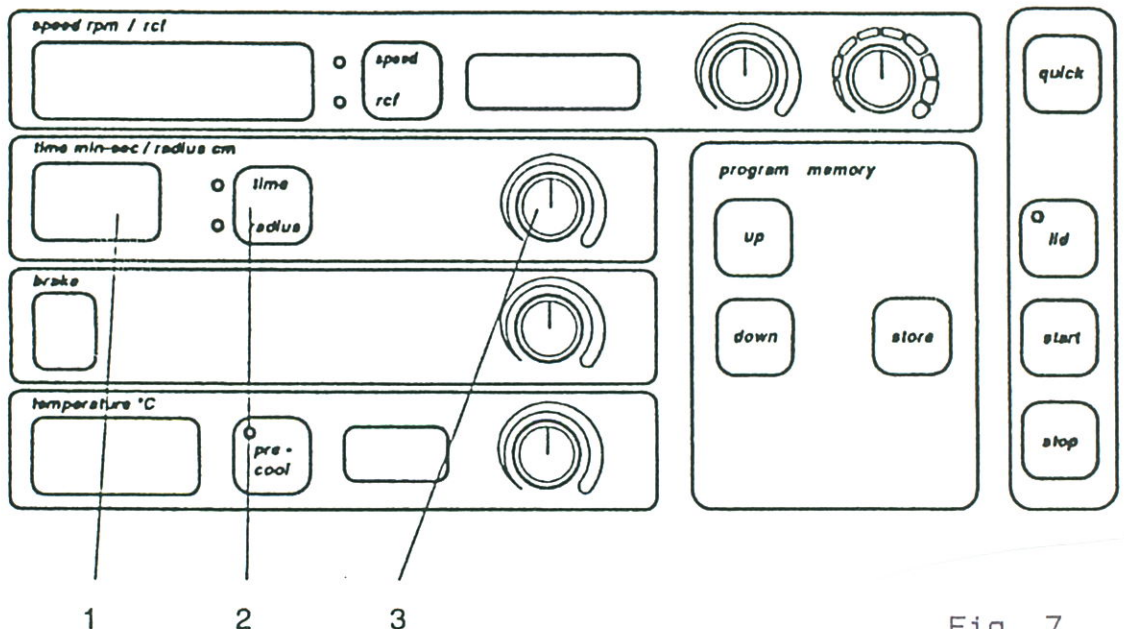

Fig. 7
Hold knappen (2) inde og indstil den valgte radiuskorrektion med knappen (3). Værdien aflæses i displayet (1). Knappen (2) slippes, og den indstillede tid fremkommer igen i displayet (1). Radiuskorrektionen kan aflæses til hver en tid ved tryk på knappen (2). (Se fig. 7).